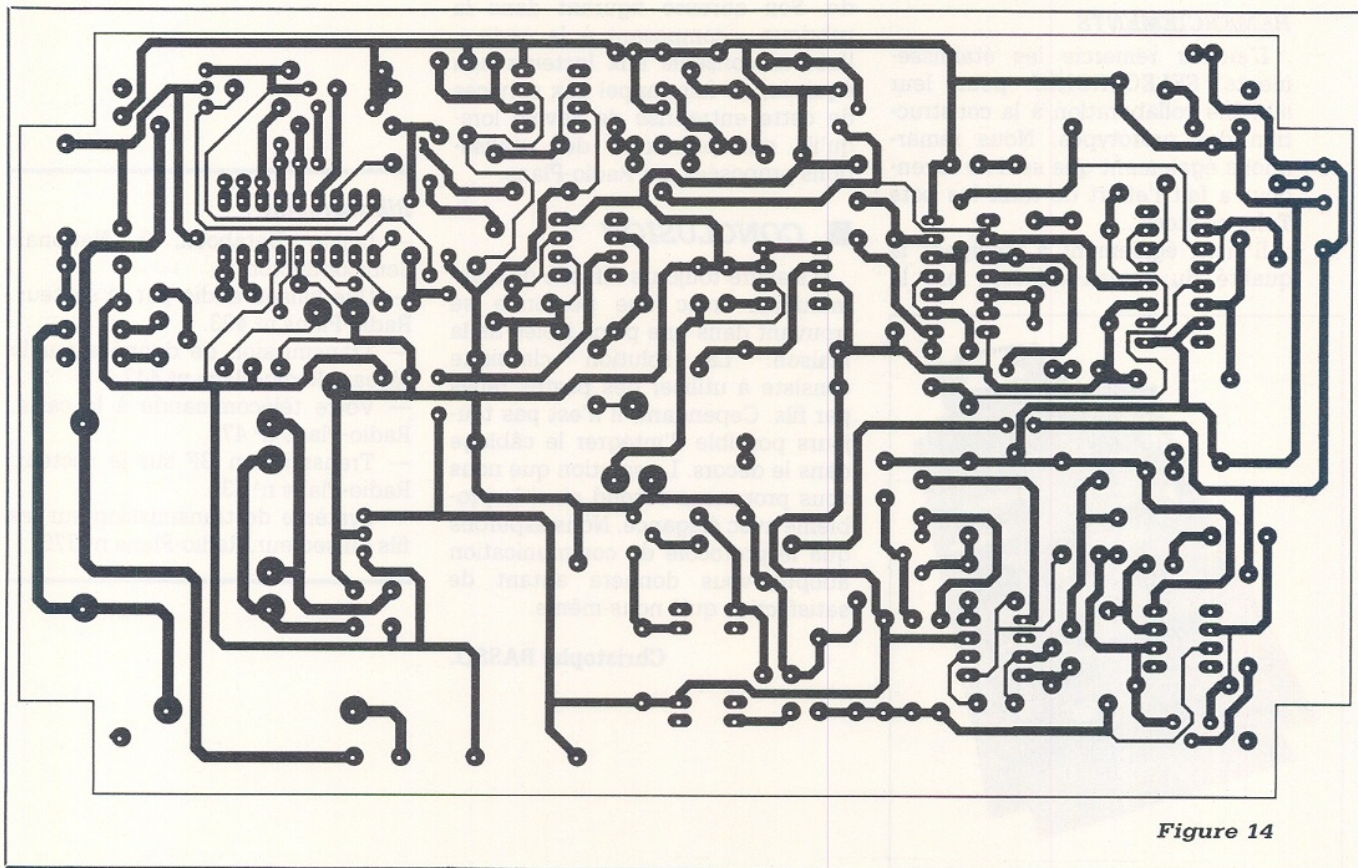

Figure 14
L'ensemble des électroniques tient sur une carte imprimée dont le tracé vous est donné en **figure 14**. L'implantation apparaît en **figure 15**. N'oubliez pas le câblage en fil blindé monoconducteur de la pin(18) d'IC₁ à C₂₈ et la jonction pin(5) d'IC₁ à R₄₀. Attention aux nombreux straps, notamment ceux situés sous les circuits intégrés. On s'inspirera des photos pour l'usinage du coffret.